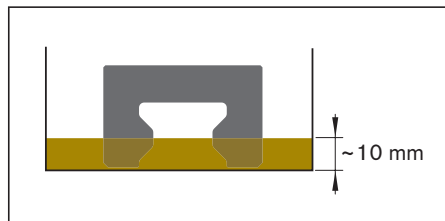

Bild 2
Vorsatzschmiereinheiten für ca. 36 Stunden in 10 mm tiefes Öl hineinstellen (siehe Bild 2).
- ▶ Die Vorsatzschmiereinheit Größe 20 Niedrig ist über den Schmieranschluss **nicht** nachfüllbar (siehe Bild 2).